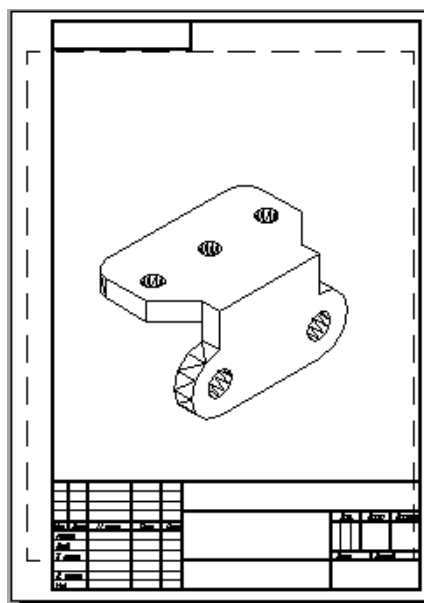

Рис. 3.34
7. Раскройте список слоев и «погасите» лампочку в строке слоя «**изометрия**». Рамка видового экрана исчезнет, а сам вид останется (рис. 3.34).